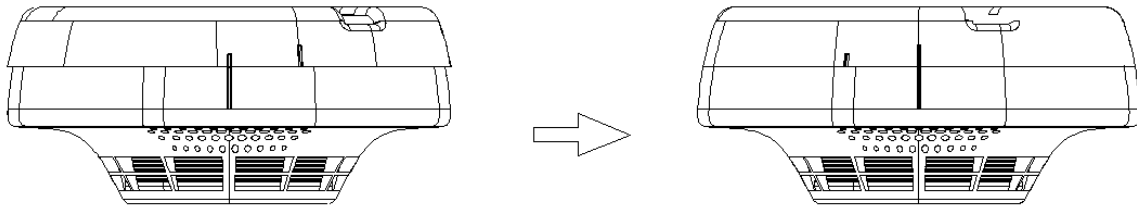

Figura 2-9
Paso 8 Alinee el lado largo de la cubierta inferior del detector con el lado corto de la placa base, coloque hacia adentro y luego gire el lado largo hacia el borde largo de la placa base, como se muestra en la Figura 2-9.